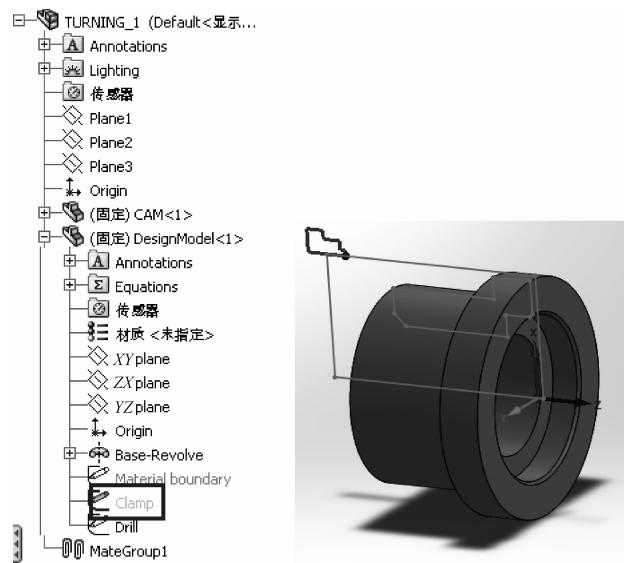

图 3-21 夹具草图的显示
(2) 在 SolidWorks 原始设计特征树中,通过下列方式来选取:
- ① 在特征设计树中找到 DesignModel,单击田图标展开特征树。
- ② 在 Clamp 上面单击右键,在菜单中选择【显示】命令,这时草图将被显示出来,单击轮廓,如图 3-21 所示。